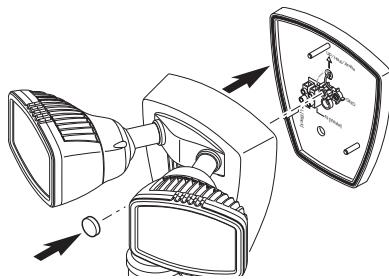

Figure 5
2. Assurez-vous aussi que le joint de caoutchouc est bien placé dans la rainure autour de la plaque 1-2-Easy ConnectMC (voir la Figure 5).
4. Serrez solidement le boulon de montage, en évitant toutefois de trop le serrer (voir la Figure 5).
5. Enfoncez fermement le bouchon de plastique dans le trou du boulon de montage du luminaire (voir la Figure 5).